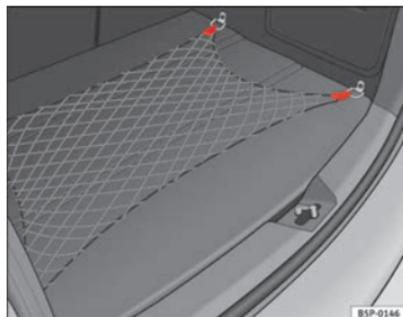

Fig. 107 Rete portaoggetti del bagagliaio
- Tutti i bagagli e gli altri oggetti devono essere collocati nel bagagliaio e fissati in modo che non possano muoversi ⇒ fig. 107.